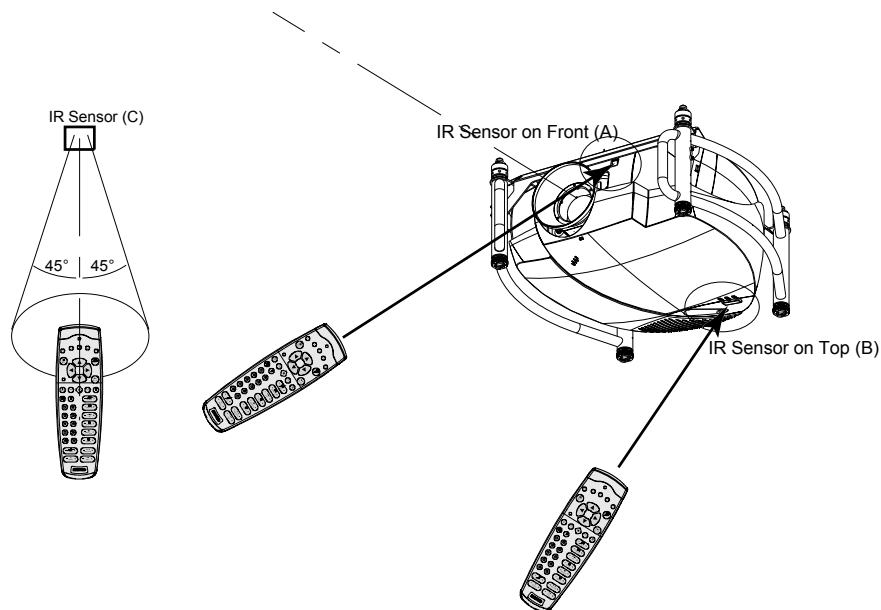

Abbildung 4-7
1. Achten Sie bei Verwendung der drahtlosen Fernbedienung darauf, dass die maximale Distanz (30m in gerader Linie) nicht überschritten wird. Die Fernbedienung funktioniert nicht einwandfrei, wenn starker Lichteinfall auf das Sensorfenster trifft oder Hindernisse sich zwischen Fernbedienung und IR-Sensor des Projektors befinden. (Abbildung 4-7)